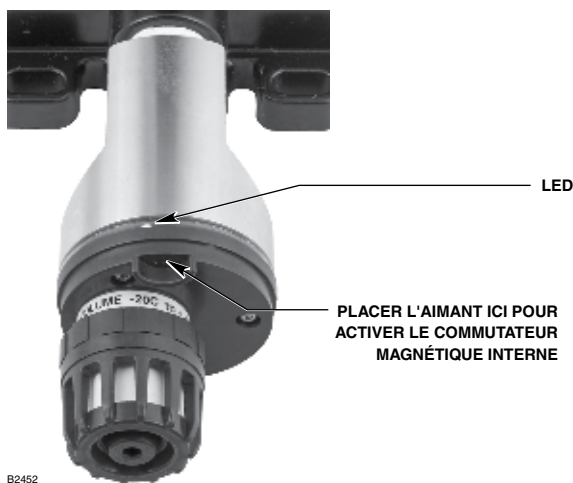

Figure 13—Localisation du Commutateur Magnétique sur le Détecteur GT3000
2. Initialiser le mode Etalonnage en maintenant temporairement l'aimant contre l'emplacement désigné sur le module capteur (voir Figure 13) jusqu'à ce que la LED verte soit éteinte et que la LED jaune soit allumée en continu (après approximativement 1 seconde). Retirer l'aimant lorsque la LED verte s'éteint. Le détecteur commence immédiatement à ajuster son zéro. La calibration peut également être initialisée via une interface HART (voir Annexe B) ou bien l'UD10 (voir manuel 95-6618).